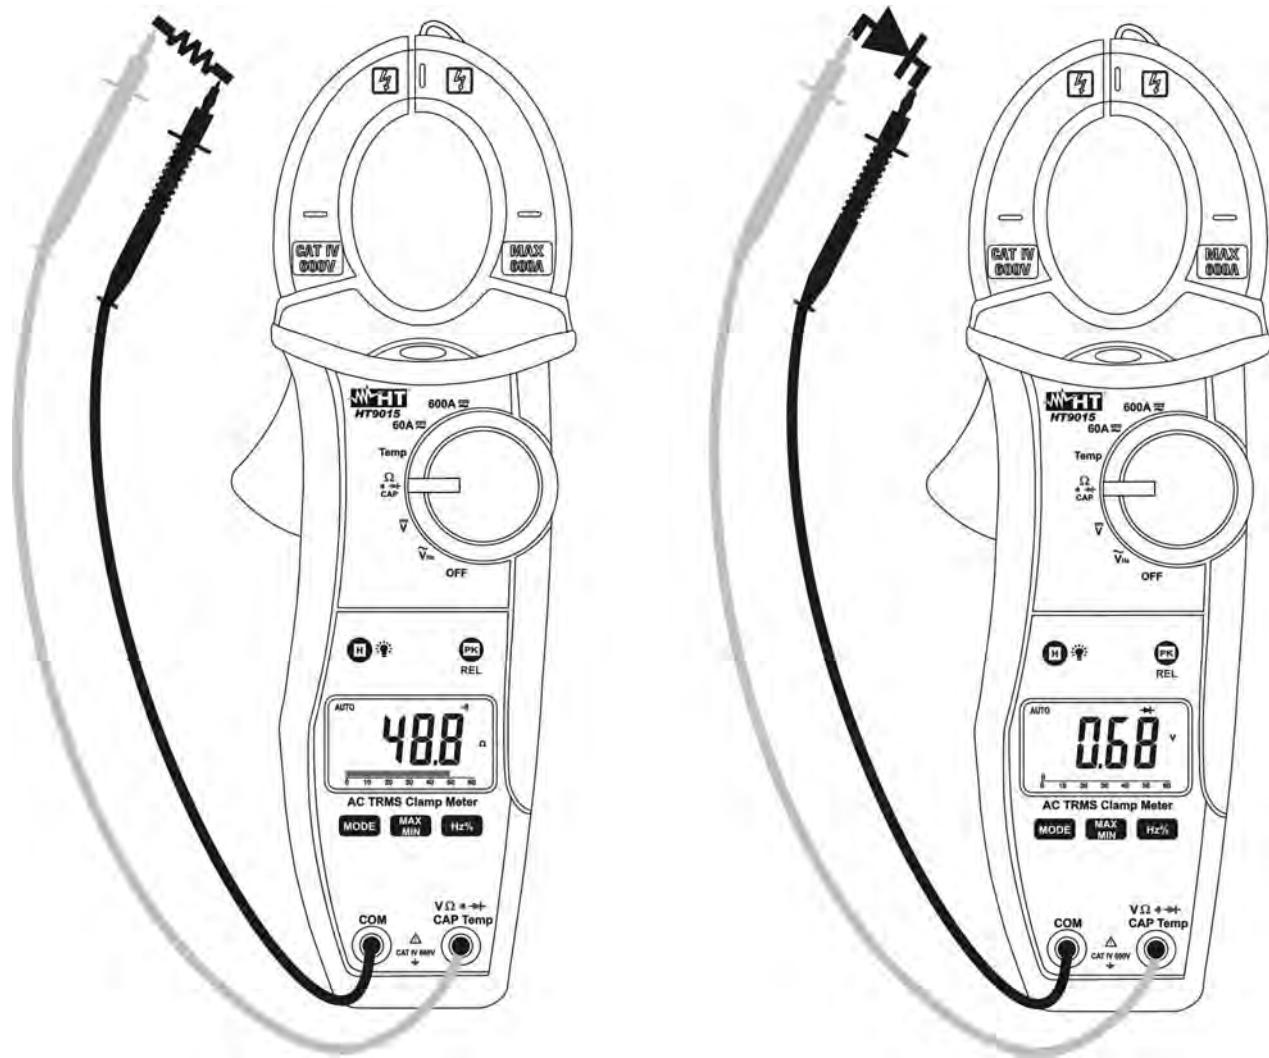

Abb. 6: Durchgangsprüfung und Diodentest
3. Verbinden Sie die Meßleitungen mit den Eingangsbuchsen. Die rote Messleitungsbuchse mit der $V\Omega \rightarrow \text{CAPHz\%Temp}$ Eingangsbuchse, die schwarze Messleitungsbuchse mit der **COM** Eingangsbuchse, und verbinden Sie die Meßspitzen mit dem Messkreis (Abb.6 linke Seite). Der Meßwert wird angezeigt.